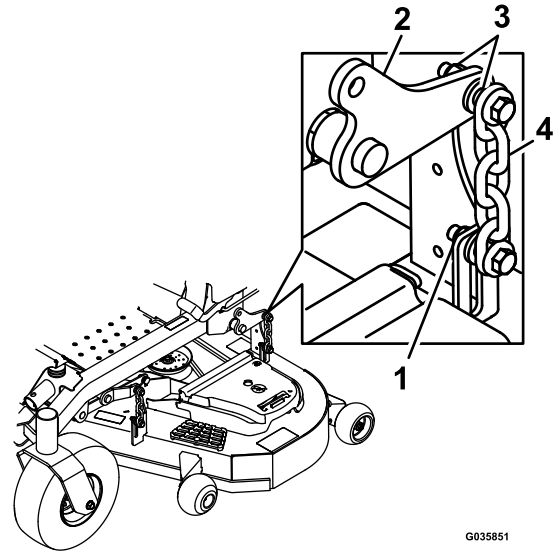

Figure 123
- 13. Desserrez les contre-écrous (Figure 123) aux quatre coins de sorte que le tablier repose solidement sur les 4 cales.